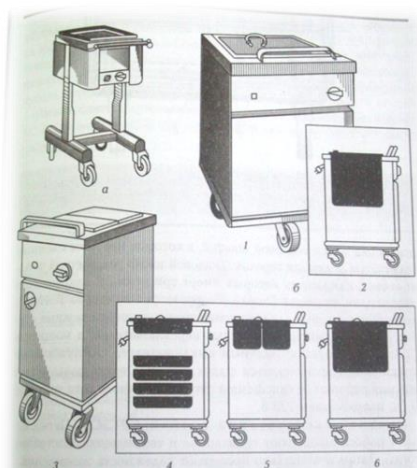

Рис. 14.5. Мармиты электрические передвижные:
5.Мармиты передвижные электрические МЭП-6, МЭП-20, МЭП-28, МЭП-35, МЭП-60 (рис. 14.5) имеют то же назначение, устройство и принцип действия передвижных мармитов, что и стационарные.